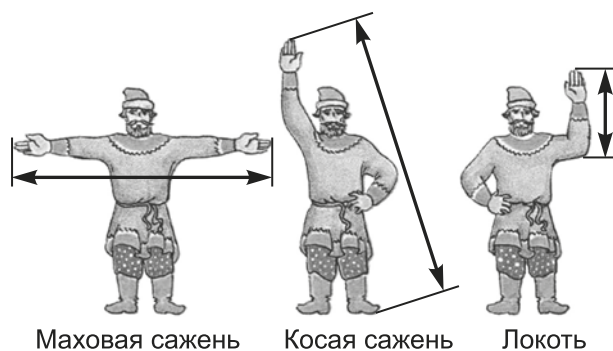

Рис. 5
3. **Локоть** (рис. 5) — расстояние от локтевого сустава до концов вытянутых пальцев, соответствует двум большим
5. **Сажень** (см. рис. 5). Наименование «сажень» происходит от глагола «сягать» («досягать», «досягаемый»).